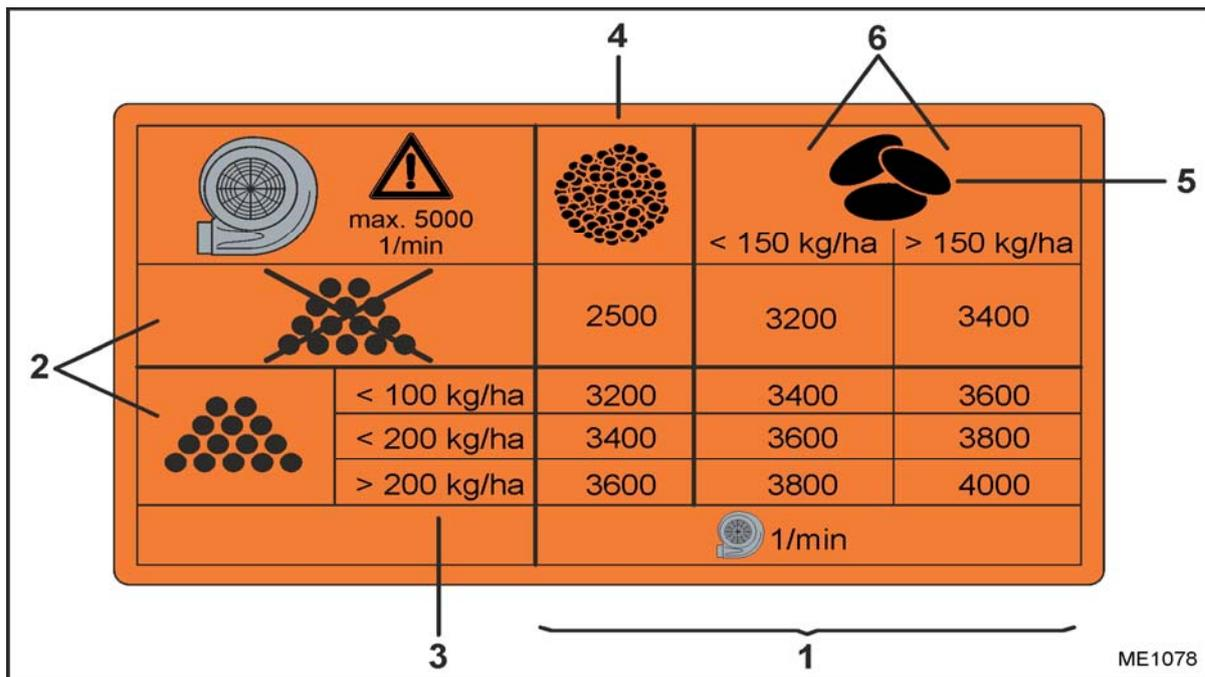

Fig. 161
Die erforderliche Gebläse-Drehzahl (Fig. 161/1) ist abhängig
- mit oder ohne Dünger (Fig. 161/2)
- von der Dünger-Ausbringmenge (Fig. 161/3)
- Feinsämereien (Fig. 161/4), z.B. Raps oder Grassamen
- Getreide oder Leguminosen (Fig. 161/5) und der Ausbringmenge (Fig. 161/6).
- Dünger-Ausbringmenge: 150 kg/ha (Fig. 161/3)
- Getreide-Ausbringmenge: 130 kg/ha (Fig. 161/6)